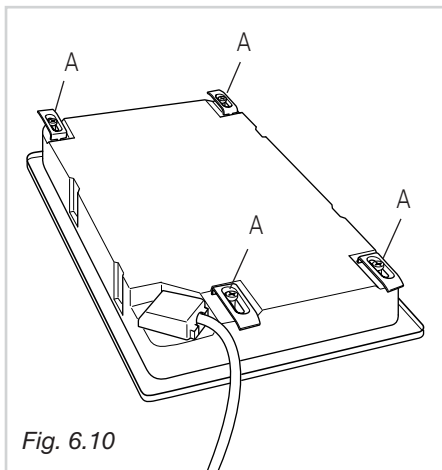

Fig. 6.10
- ✓ Coloque o aparelho com a base para cima e monte as placas de fixação "A" (fig. 6.10) nas sedes específicas, apertando apenas ligeiramente os parafusos "B". Preste atenção para montar as placas de fixação correctamente, conforme as figuras 6.11 - 6.12. Rode as placas de fixação, colocando-as de modo a não impedirem a introdução do aparelho na abertura.